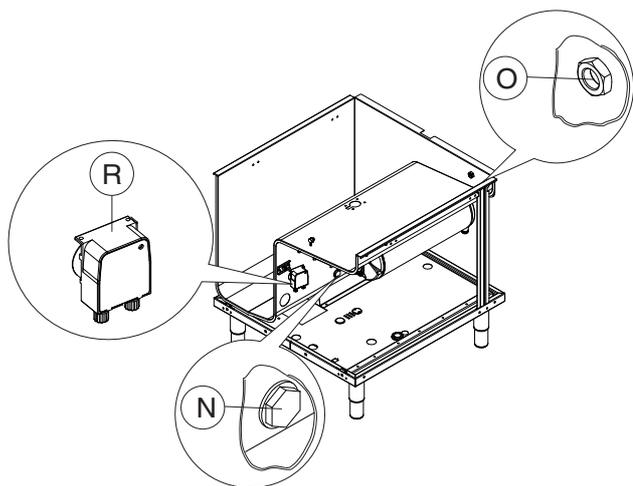

Abbildung 17 Vorbereitung für automatische Dosierer
1. Gerät mit integrierter Spülmitteldosierpumpe (Abbildung 17).
Vorbereitung für automatischen Spülmitteldosierer (Abbildung 17)